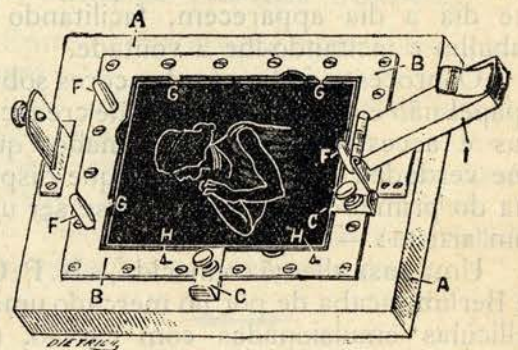
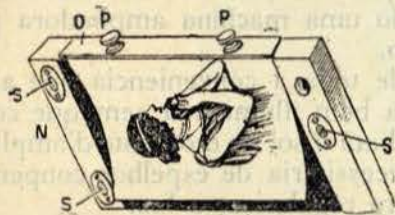

Fig. 4
Fig. 6
1.^o — Conforme a nossa fig. 4, compõe-se o *auto-retocador* d'um *chassis* vulgar em madeira A possuindo ao centro um
3.º — Fig. 6. Uma prancheta N possuindo sobre um dos lados uma regua metalica O, susceptivel de ser apertada por meio de dois parafusos P, tem por fim fixar por um dos seus lados a folha de papel sensivel. Esta prancheta comporta igualmente tres buracos S que correspondem tambem ás tres cavilhas F da fig. 4.
1.º Colloca-se o cliché no quadro B (fig. 4), lado da gelatina para cima, como ordinariamente, e se immobilisa por meio dos ferrolhos C contra os tres dentes G.
2.º Fixa-se o papel sensivel sobre que se quer obter a fotocopia na prancheta N (fig. 6), com o auxilio da regua O.
2.º Interpõe-se entre a prancheta movel N (fig. 6) e o cliché uma folha de papel *auto-retocador*, que se fixa, depois de bem extendida, nos dois bicos d'agulha H que se acham no quadro B da fig. 4, lado sensivel voltado para a gelatina do cliché.